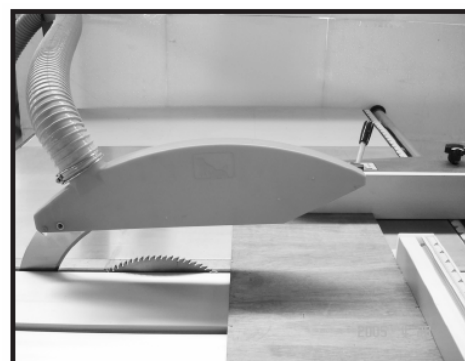

Fig. 58
4. Сдвиньте передний конец продольной линейки за заднюю кромку пильного полотна (см. рис. 58).